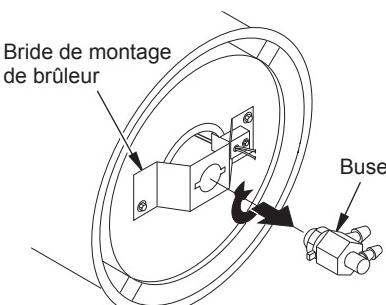

Figure 22 - Dépose de la buse, tous modèles
- Tournez la buse d'un quart de tour vers la gauche et tirez-la vers le moteur pour l'enlever (voir Figure 22).
10. Fixez la buse à l'attache de la bride de montage de brûleur (voir Figure 22).